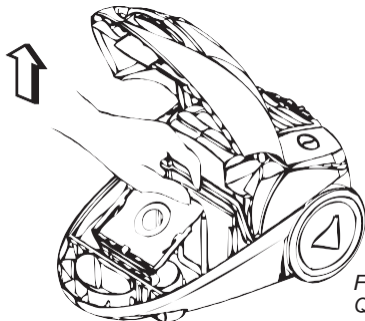

Figura 11
3. Abra la tapa del compartimento para la bolsa levantando la palanca. Saque la bolsa, véase la figura 10. Tire del soporte del filtro de entrada que se encuentra detrás de la bolsa para sacarlo, véase la figura 11.